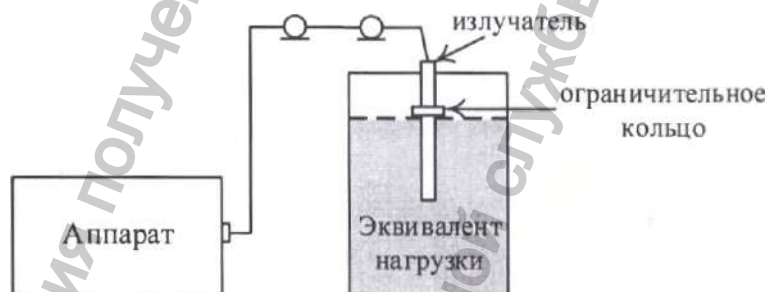

Рисунок 13
- опустить излучатель в ёмкость с водой (см. Рисунок 13) используемую в качестве эквивалента нагрузки, и зафиксировать его таким образом, чтобы вода доходила до ограничительного кольца